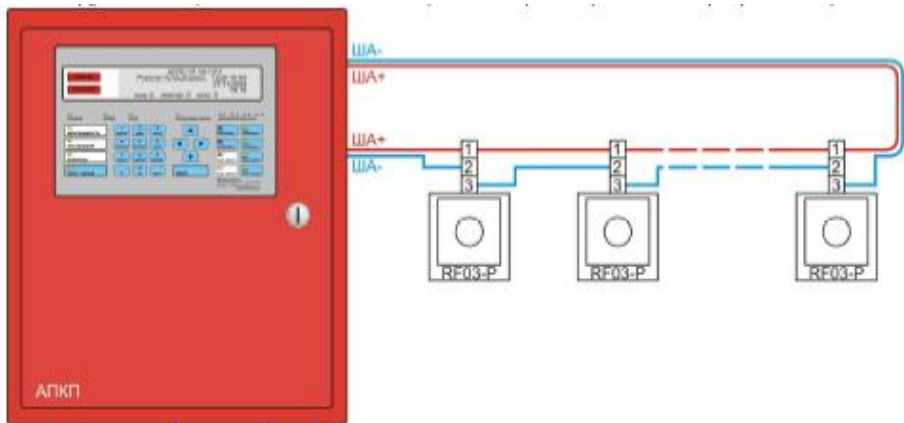

Рисунок 1 - Схема подключения извещателя
4.1 Схема подключения извещателей показана на рис. 1.